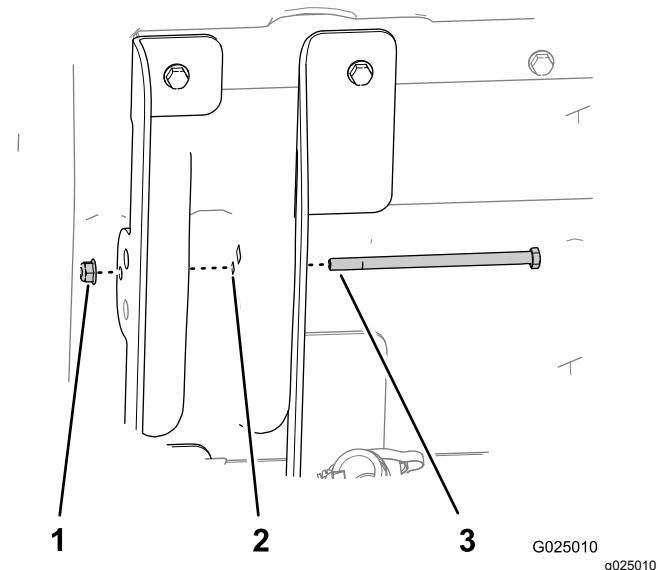

Figura 6
7. Introduzca el perno de cabeza hexagonal (5/16" x 5½") a través del taladro de 8 mm del soporte de elevación interior (pestañas largas), la estructura de la plataforma y el soporte de elevación exterior de la plataforma (pestañas cortas), según se muestra en Figura 6.
8. Sujete el perno con la tuerca con arandela prensada (5/16") y apriétela a mano (Figura 6).
- Apriete la tuerca con arandela prensada que sujeta el perno (5/16") hasta que quede ajustada (Figura 6).